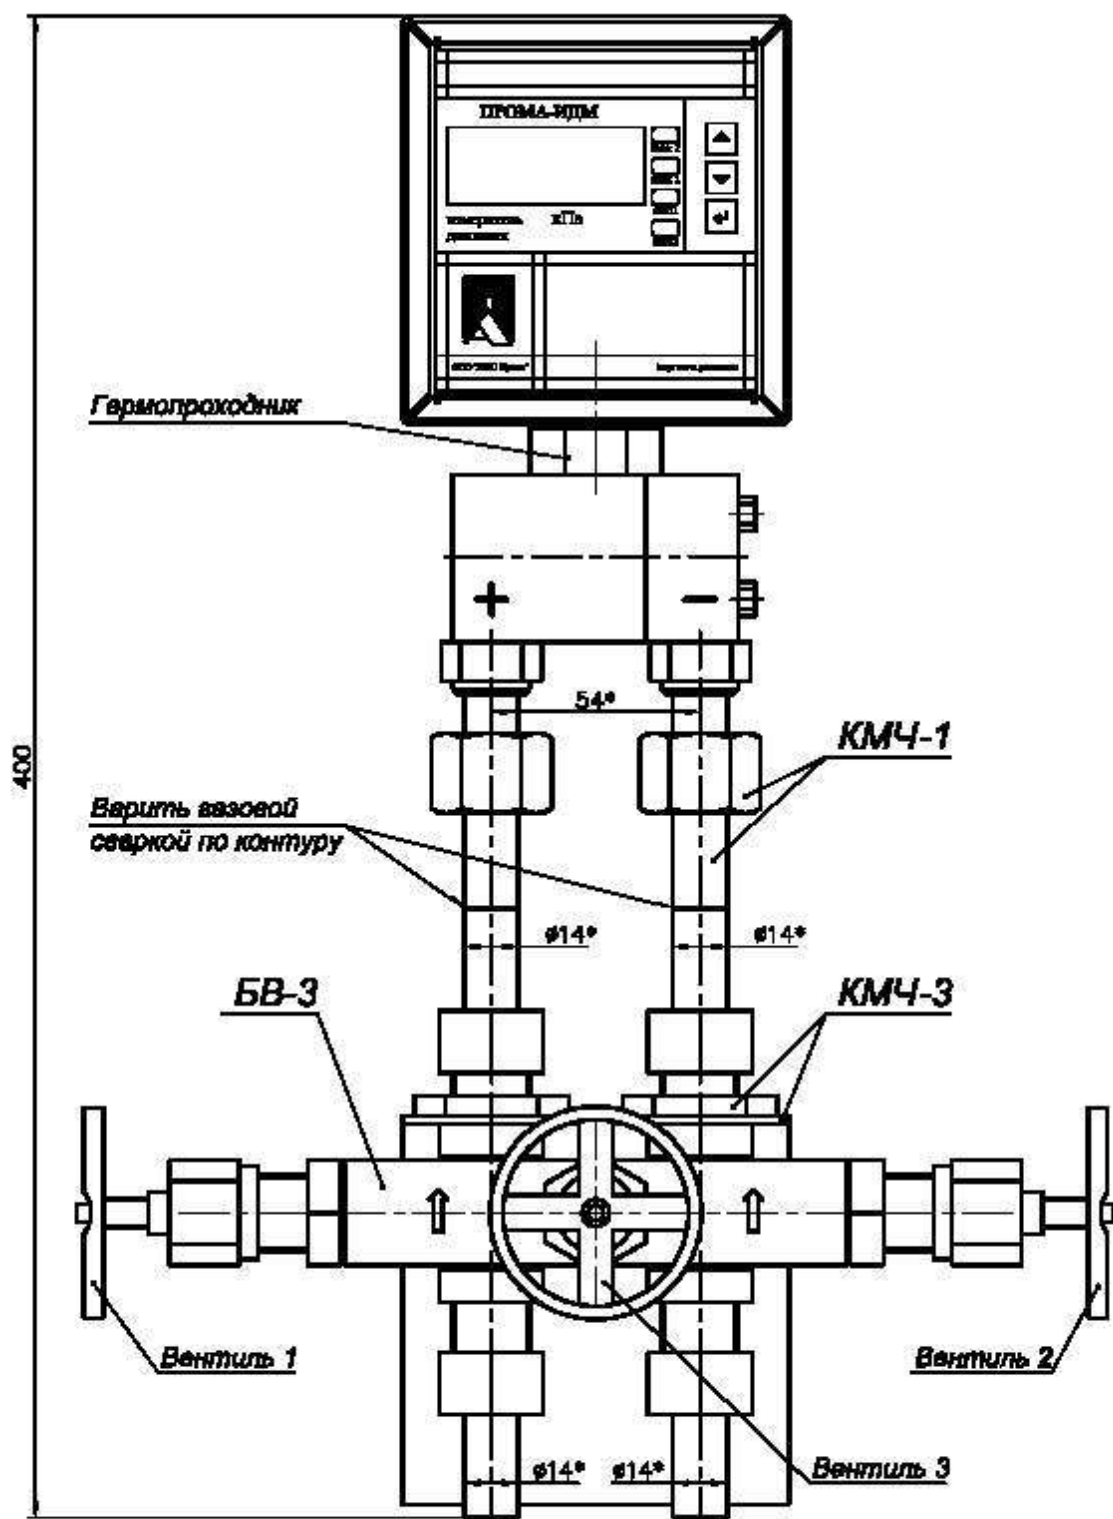

Рис. 3.6.Измеритель Пром-ИДМ-ДД-Р (газ) с 3-х вентильным блоком БВ-3. Исполнение для штуцерно-резьбового монтажа-моноблок. Габаритный чертеж.
- Рис. 3.6. Измеритель Прома-ИДМ-ДД-Р (газ) с 3-х вентильным блоком БВ-3. Исполнение для штуцерно-резьбового монтажа. Габаритный чертеж.